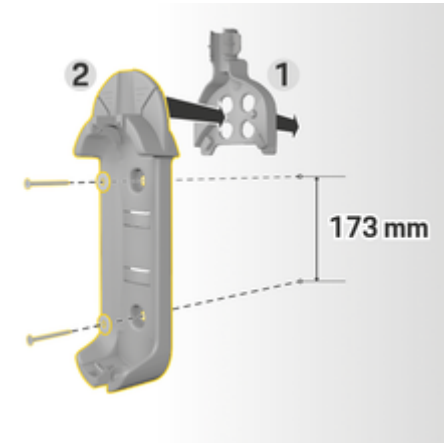

Fig. 103 Bormål
3. Trykk veggholderen (grunnversjon) 2 (Fig. 103) forfra inn i kabelføringen 1 (Fig. 103).